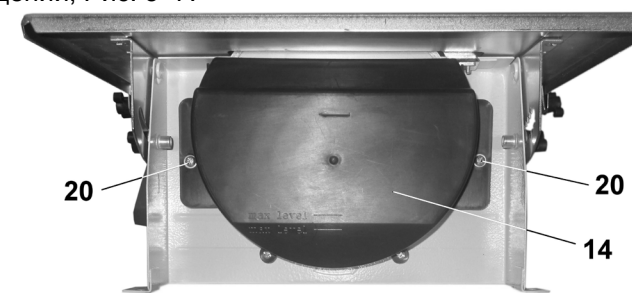

Рис. 5
12.1. Отрезной диск, где режущая часть (напыление) полностью выработалась, подлежит замене. Перед установкой отрезного диска (13) на плиткорез внимательно его осмотрите. На нём не должно быть трещин, сколов. Помните, что отрезной диск (13) достаточно хрупкий. Крайне внимательно обращайтесь с отрезным диском, избегая его ударов и падений, Рис. 5÷7.
12.3. Удерживая гаечным ключом (21) шпindelь (25), вторым гаечным ключом (22) открутите гайку (26) и снимите фланец (23), Рис. 5÷7. Снимите отрезной диск (13). Проверьте рабочие поверхности шпинделя и фланцев. С учётом направления вращения установите новый отрезной диск (13), установите фланец (23) и гайку (26). Удерживая гаечным ключом (21) шпindelь (25), вторым гаечным ключом (22) закрепите гайкой (26) отрезной диск (13), Рис. 5÷7.
12.5. Как показано на Рис.5, установите и закрепите нижний защитный кожух (14).